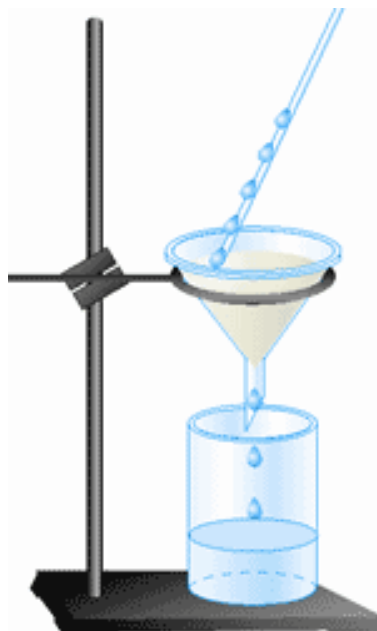

Рисунок 3 – Прилад для фільтрування
1.3. Підставте під лійку чистий хімічний стакан. Суміш, яку приготували для фільтрування, обережно по паличці виливайте на фільтр у лійці, щоб рівень розчину був нижче за край фільтра приблизно на 0,5 см (рис. 3).